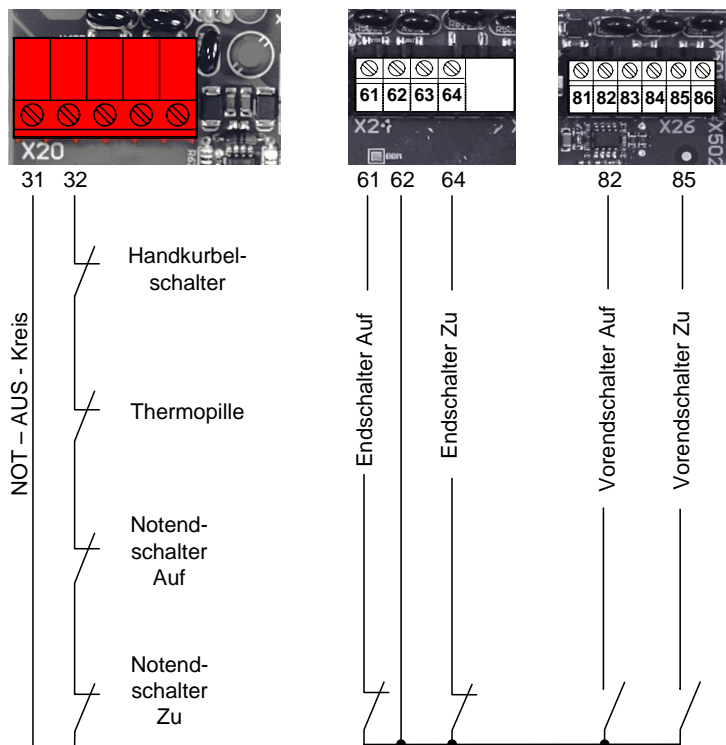

Abbildung 11: Anschluss Nockenendschalter
P.205: 0000 = Mechanische Endschalter Version 1 (Abbildung 11: Anschluss Nockenendschalter)